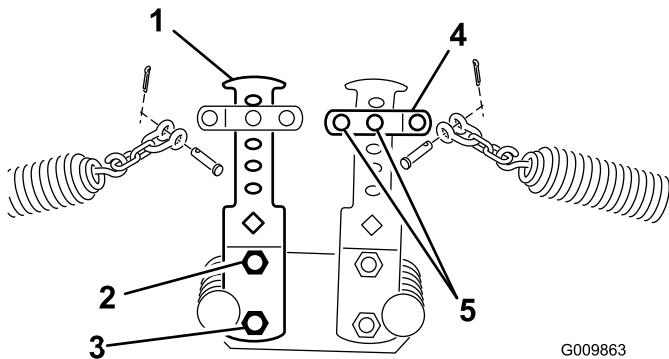
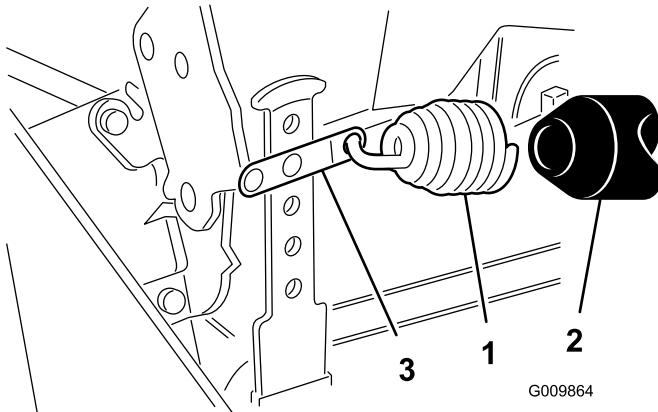

Figure 15
Figure 16
4. Accrochez l'autre extrémité du ressort au trou approprié (voir ci-dessous) des bras d'équilibrage avant et arrière (Figure 15 et Figure 16) avec la jumelle et la chaîne, la chape, l'axe de chape et la goupille fendue.